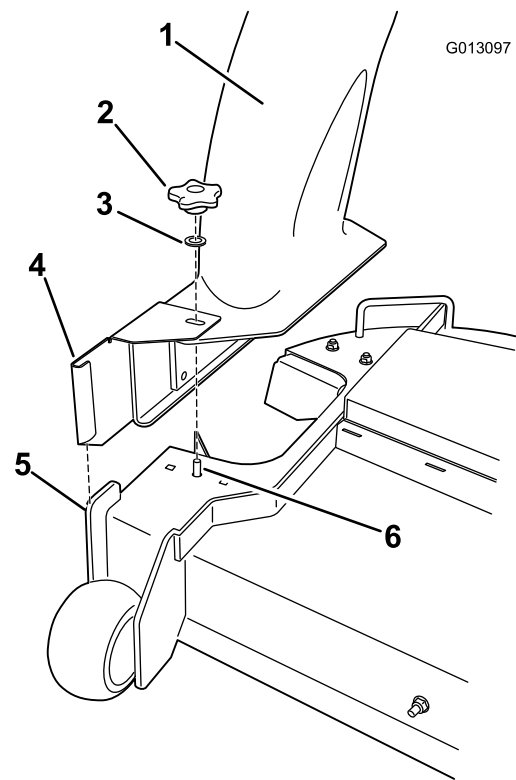

Bild 11
Hinweis: Stellen Sie sicher, dass die Öffnung oben am Auswurfkanal mit der freiliegenden Strebe oben am Mähwerk ausgefluchtet ist, und dass die vordere vertikale Platte an der gefalteten Metallhalterung am Auswurfkanal anliegt (Bild 11).
6. Setzen Sie eine Scheibe und ein Handrad auf die Strebe, die durch die Oberseite des Auswurfkanals ragt (Bild 11).